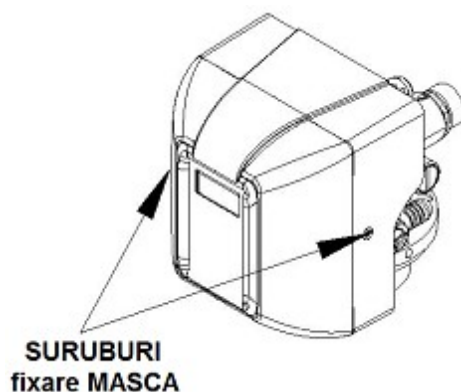

Fig. 27
Utilizand o surubelnita, puteti sa reglati capul cu crestatura al surubului aflat in partea laterala a fittingului pentru furtunul de drenare (vezi fig.27), positionand crestatura de pe acesta in corespondenta cu litera/simbolul necesar dat la TABELUL de CONFIGURARE(vezi Cap.10 pag.36 – ultima coloana).
- slabiti suruburile si indepartati masca si carcasa , ca in fig.27 de mai jos ;